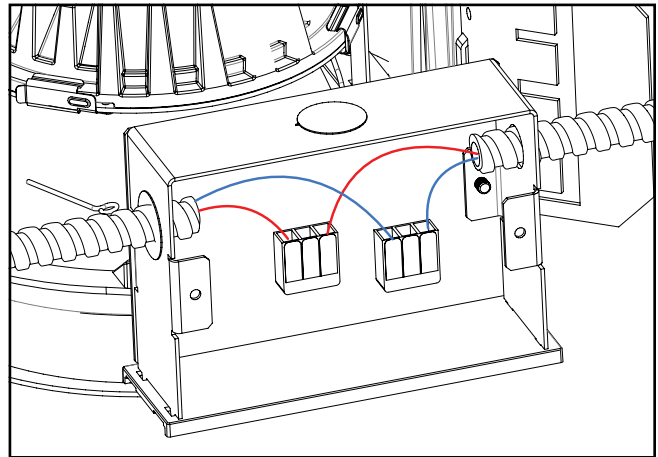

Figura 14
1. Extraiga la cubierta de la caja de conexiones (Figura 14).
3. Conecte los cables rojo y azul del luminario utilizando los conectores de tuercas de palanca suministrados (Figura 14). Cerciórese de no dejar conductores desnudos por fuera de los conectores de palanca.
4. Levante la ficha naranja de la tuerca de palanca para soltar el cable y ciérrelo para sujetar el cable en el lugar (Figura 14).